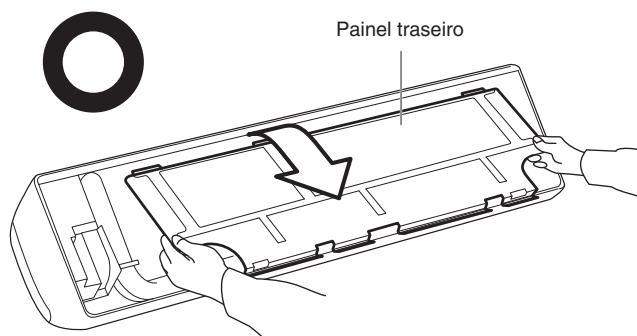

Fig. 3-3
- (3) Retire o painel traseiro segurando as secções apresentadas na Fig. 3-3 e puxando-o na direcção indicada pela seta.